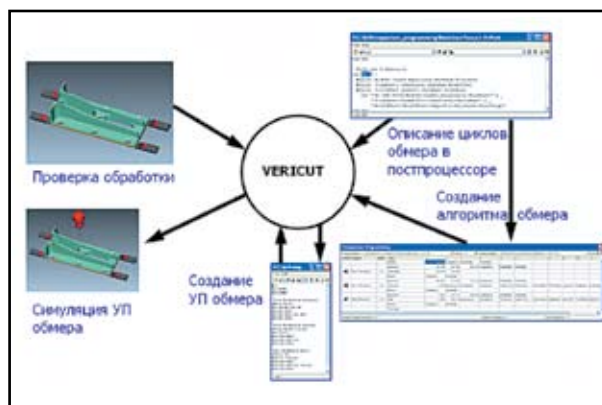

Рис. 1. Схема создания и проверки циклов измерения
▶ **разработка управляющих программ** для проведения вспомогательных измерительных операций на станке с использованием измерительных головок (рис. 1).